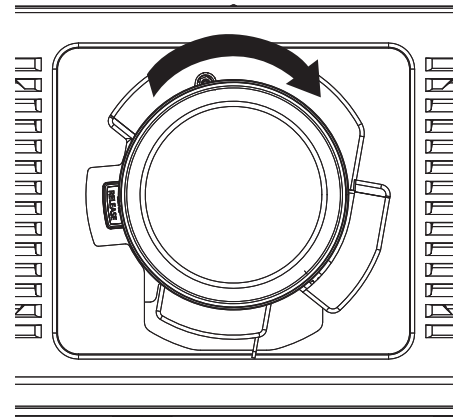

Abb. 3
3) Drehen Sie das Projektionsobjektiv im Uhrzeigersinn, bis es klickt. (Abb. 3)